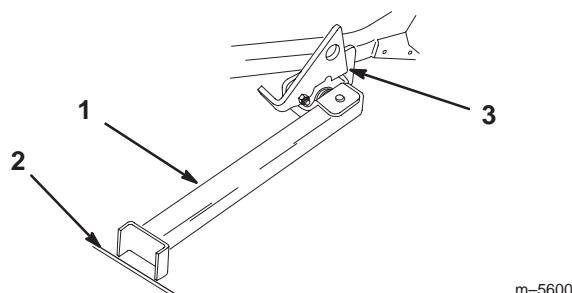

Figure 30
4. Posez le pied du support sur le sol et appuyez le verrou sur la languette de pivot (Fig. 30).
Remarque : Pour de meilleurs résultats, placez le pied du support dans des anfractuosités du trottoir ou du gazon (Fig. 30).
6. Montez la machine sur le support. Arrêtez-vous quand le verrou retombe sur la languette en position verrouillée (Fig. 30). Une fois la machine sur le support, serrez le frein de stationnement et coupez le moteur.